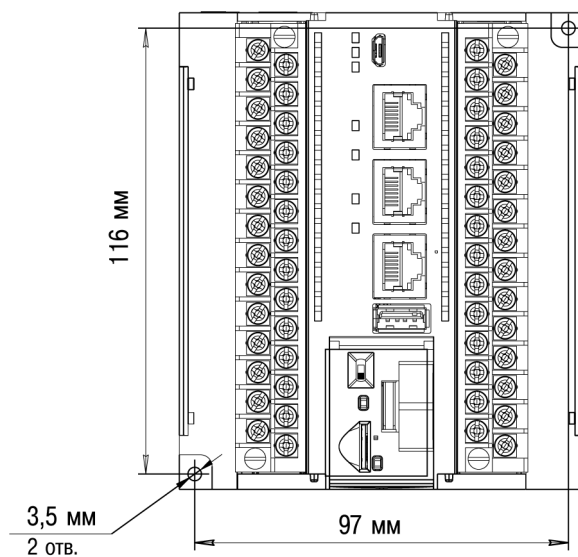

Рисунок 4.4 – Монтажные размеры
2. Закрепить прибор на DIN-рейке или на вертикальной поверхности при помощи винтов. Монтажные размеры указаны на рисунок 4.4.